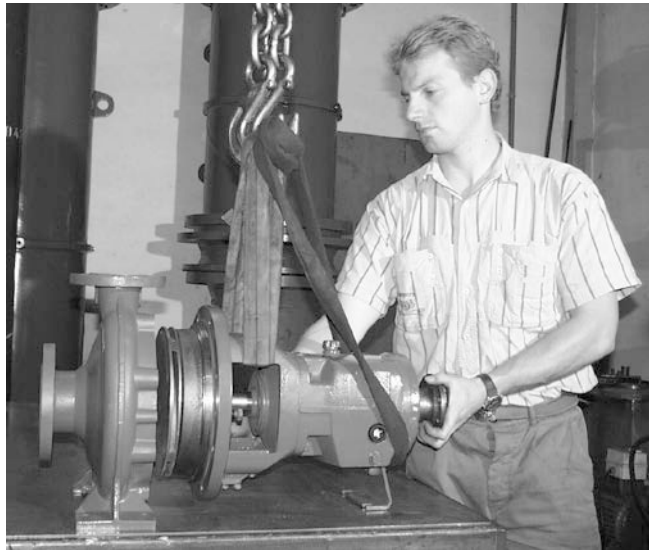

Bild 9
- Verschraubung sämtlicher Sperr- oder Kühlwasserleitungen lösen und Schmieröl aus Lagerträger (330) über Ölablassschraube (903.51) ablassen.
- Stützfuß (183) Verschraubung am Fundamentrahmen lösen.
- Laufeinheit an Hebezeug hängen, so dass beim Ausbau die Laufeinheit weder nach unten sackt, noch nach oben im Spiralgehäuse drückt. Befestigungsbeispiel siehe Bild 9.